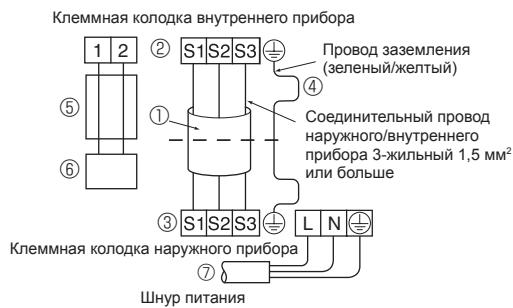

Fig. 7-2
- Выполните подсоединение, как показано на схеме внизу слева. (Кабель приобретается на месте). (Fig. 7-2)